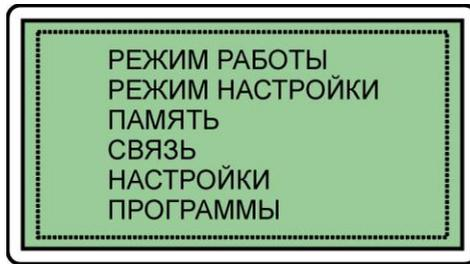

Рис. 6.1 Основное меню дефектоскопа
**6.1.1.2** Для вызова основного меню дефектоскопа однократно нажать кнопку "✂" МЕНЮ (рис. 6.1).